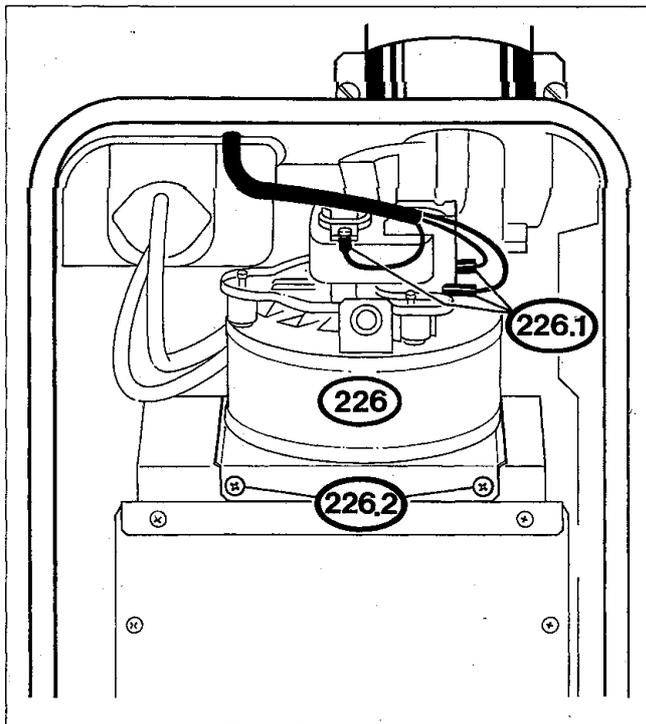

Bild 7
- Elektrische Anschlußleitung (226.1) an Abgasventilator (226) abziehen (Bild 7)
- Schrauben (226.2) des Abgasventilators (226) entfernen und Abgasventilator (226) nach vorne herausziehen (Bild 7)